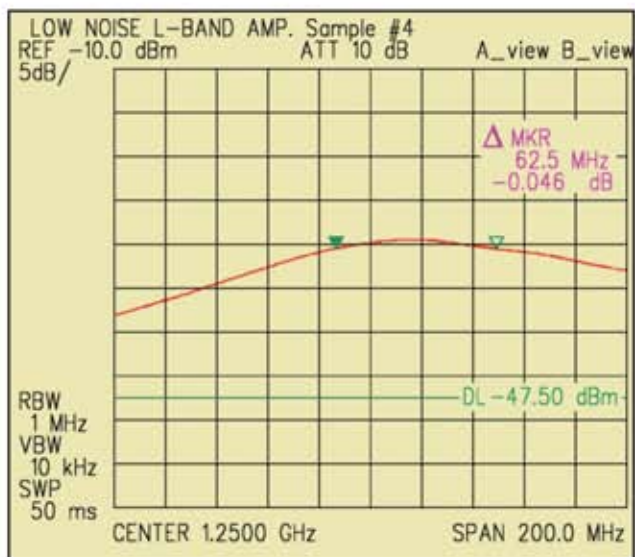

Fig.16 - Banda passante @ -1dB (campione #4)
struttura tubolare dello stesso costruttore ma con coefficiente di temperatura N1500. La banda passante dell'amplificatore misurata tra i punti @ -1dB è risultata tipicamente di 60MHz (vedere fig.16). In questo intervallo la Cifra di Rumore (NF) ha variazioni minime, entro 0,1dB circa ed il valore tipico misurato a centro banda vale 1,4dB.
Questo risultato conferma le buone prestazioni in rumore dell'MGA-62563 che in banda "L" è l'amplificatore monolitico controeazionato oggi prodotto con cifra di rumore più bassa in assoluto. In fig.16 è riportato